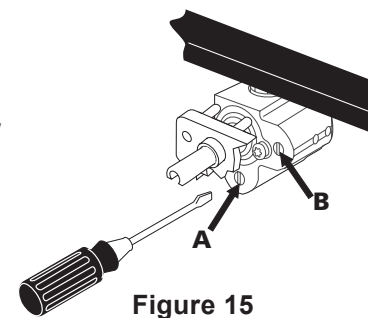

Figure 15
- La dimension de la flamme de la portion interne du brûleur ou de la portion arrière du brûleur pont peut être augmenter ou diminuer en tournant la vis A. Utilisez la vis B pour régler la dimension de la flamme de la portion externe du brûleur double ou de la portion centrale du brûleur pont. (Figure 15). Tournez la vis dans le sens anti-horaire pour augmenter la dimension de la flamme et dans le sens horaire pour la diminuer. Ajustez la dimension flamme jusqu'à ce que vous puissiez tourner rapidement le bouton de LITE à la plus basse position (LOW) sans éteindre la flamme. Celle-ci devrait être aussi minuscule que possible sans s'éteindre.